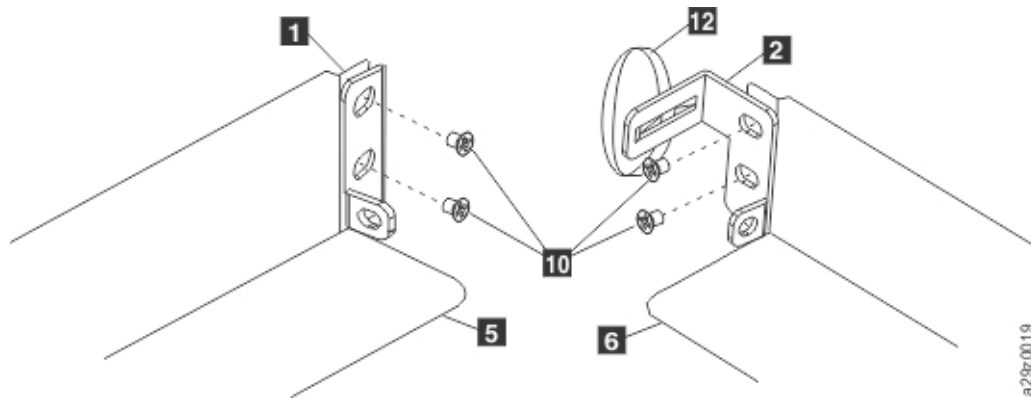

Figure 12. Assemblage des fixations arrière aux rails
- Fixez les supports arrière gauche **1** et droit **2** aux glissières avant gauche **5** et droit **6** avec 2 vis à tête bombée **10** de chaque côté (Figure 12, à la page 26).